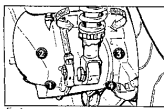

Fig. 1
**Combustible:** ouvrir le portillon comme décrit à page 80 et dévisser le bouchon «A» (figure 1).